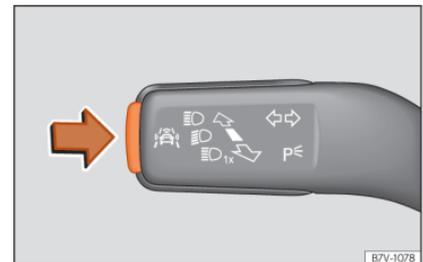

Abb. 48 Am Blinker- und Fernlichthebel: Taste für die Fahrerassistenzsysteme.
- Taste » **Abb. 48** kurz in Pfeilrichtung drücken, um das Menü **Assistenten** aufzurufen.